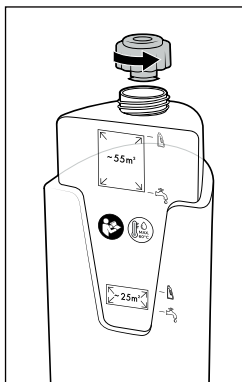

Fig. 7
- ♦ Vend brugsvandsbeholderen **11** om, og skru låget af (se fig. 7).